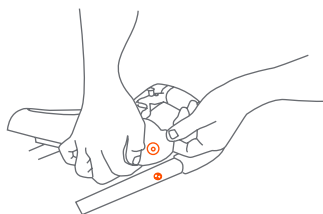

Fig. 7
- 7) • Para colocar la bandeja para padres, alinee los accesorios de los extremos de la bandeja para padres con los accesorios de las partes externas del manubrio. Enganche el agujero en la bandeja para padres. Tire hacia fuera en el extremo opuesto mientras empuja hacia abajo la bandeja hasta que se trabe en el manubrio del carrito. Por favor, tenga la precaución de no pellizcarse los dedos al instalar la bandeja para padres (Fig. 7). Para retirar la bandeja para padres, tire hacia fuera de un extremo de la bandeja mientras la levanta.